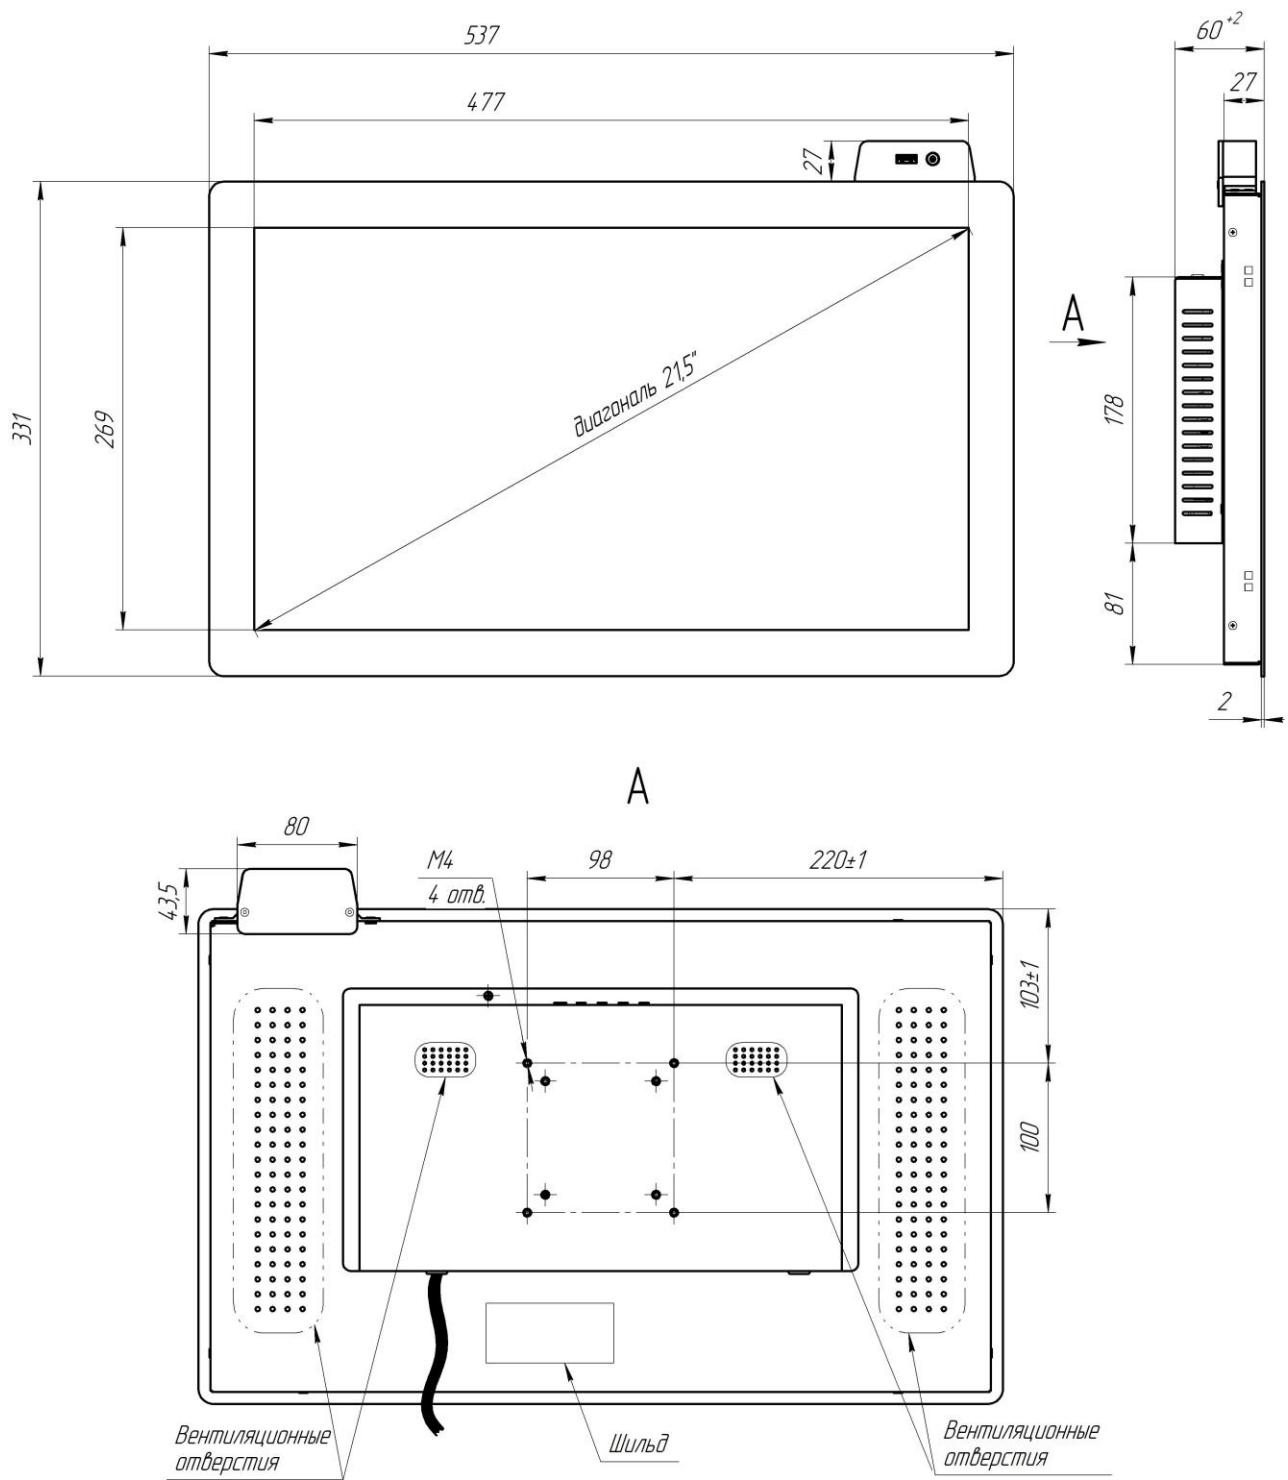

Рисунок1. Габаритные и установочные размеры монитора СВН
4.2 На задней крышке монитора СВН расположены - разъем Ethernet и кабель питания для подключения к видеорегистратору ВР-3. На передней панели расположен сервисный разъем USB для сохранения видеозаписей на внешний USB носитель, и разъем Jack 3.5 для подсоединения наушников (см. рисунок 1).
4.3.1 Подключение монитора СВН производится кабелями установленными на монитор (см. рисунок 1).